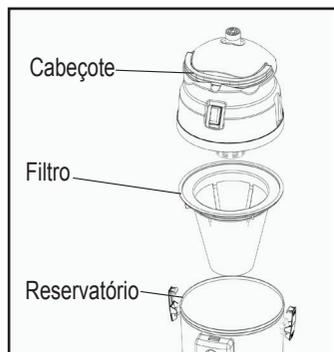

FIGURA 1
- Solte as presilhas laterais de fixação do cabeçote no reservatório, e retire o cabeçote juntamente com o filtro de pano (figura 1).